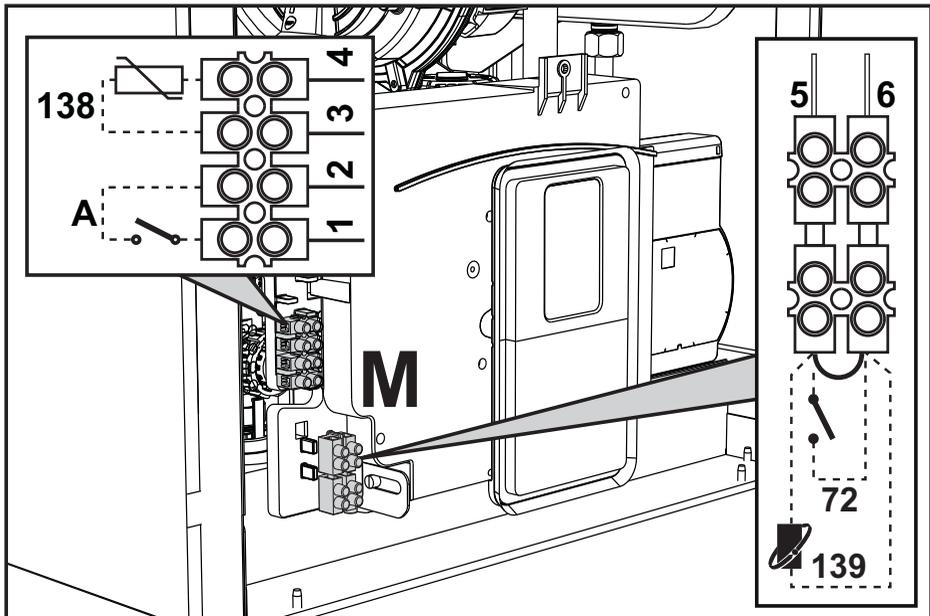

fig. 29
După ce ați scos panoul frontal ("Deschiderea panoului frontal" de la pagina 194) veți putea avea acces la borne. **Bornele nr. 1-2 și 5-6, indicate în fig. 29, trebuie să aibă contactele curate (nu 230 V).** Dispunerea bornelor pentru diferitele conexiuni este indicată și în diagrama electrică din fig. 81.
2.5.5 Configurarea întrerupătorului ON/OFF (def. A din fig. 29)